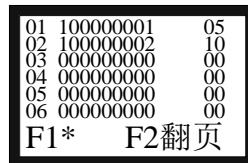

图 7-31
3) 选择设备：选择要配置的前端设备，实际上是选择已登录的前端设备地址(如图 7-31)
注意：按“Tab”键选择联动公式，然后按下确认键即可进入联动公式编辑界面，如图 7-31。